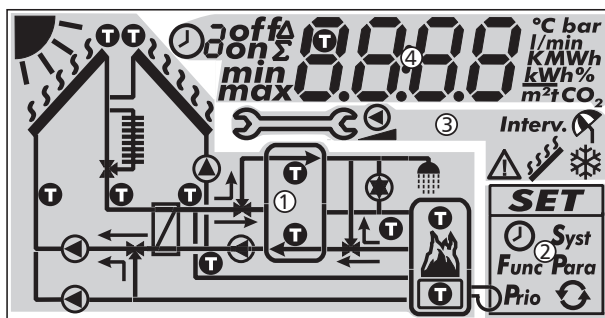

Fig. 8: Panoramica sulle aree del display (tutti gli elementi visibili)
La tabella seguente descrive i simboli nello schema del sistema (① nella Fig. 8).
Il menu delle impostazioni (② nella Fig. 8) contiene le seguenti voci:
La tabella seguente descrive i pittogrammi delle funzioni (③ nella Fig. 8).
La visualizzazione dei dati di funzionamento e delle impostazioni (④ in Fig. 8) è formato dai seguenti elementi:
①	<p>Simbolo per il comando a tempo delle funzioni. Il simbolo viene visualizzato se</p> <ul style="list-style-type: none"> viene impostato un limite temporale o un comando a tempo, viene visualizzato lo stato del limite temporale / comando a tempo, il limite temporale blocca il comando in funzione della temperatura (simbolo lampeggiante).
②	<p>Numero della finestra temporale attualmente impostata/visualizzato nel menu delle impostazioni o in cui si trova l'ora attuale.</p> <p>Il comando a tempo di una funzione è composto da 1 o 3 finestre temporali impostabili. Esempio:</p> <p>finestra temporale 1: 06:00 – 08:00 finestra temporale 2: 11:00 – 12:30 finestra temporale 3: 17:00 – 19:00</p>
③	<p>Informazioni supplementari:</p> <p>on, off: stato di commutazione / condizioni di commutazione on, off max, min: valore massimo, valore minimo Σ: valore di funzionamento sommato dalla prima messa in funzione, non ripristinabile Δ: valore di funzionamento sommato dall'ultimo ripristino su 0</p>
④	<p>Il simbolo viene visualizzato se durante l'impostazione di una funzione viene selezionato un sensore di temperatura.</p>
⑤	<p>Visualizzazione di:</p> <ul style="list-style-type: none"> valori di misurazione valori di impostazione codici errore altre informazioni, per es. versione software
⑥	<p>Unità fisica del valore visualizzato in ⑤: °C, K, l/min, %, h, kWh, MWh, tCO₂</p>